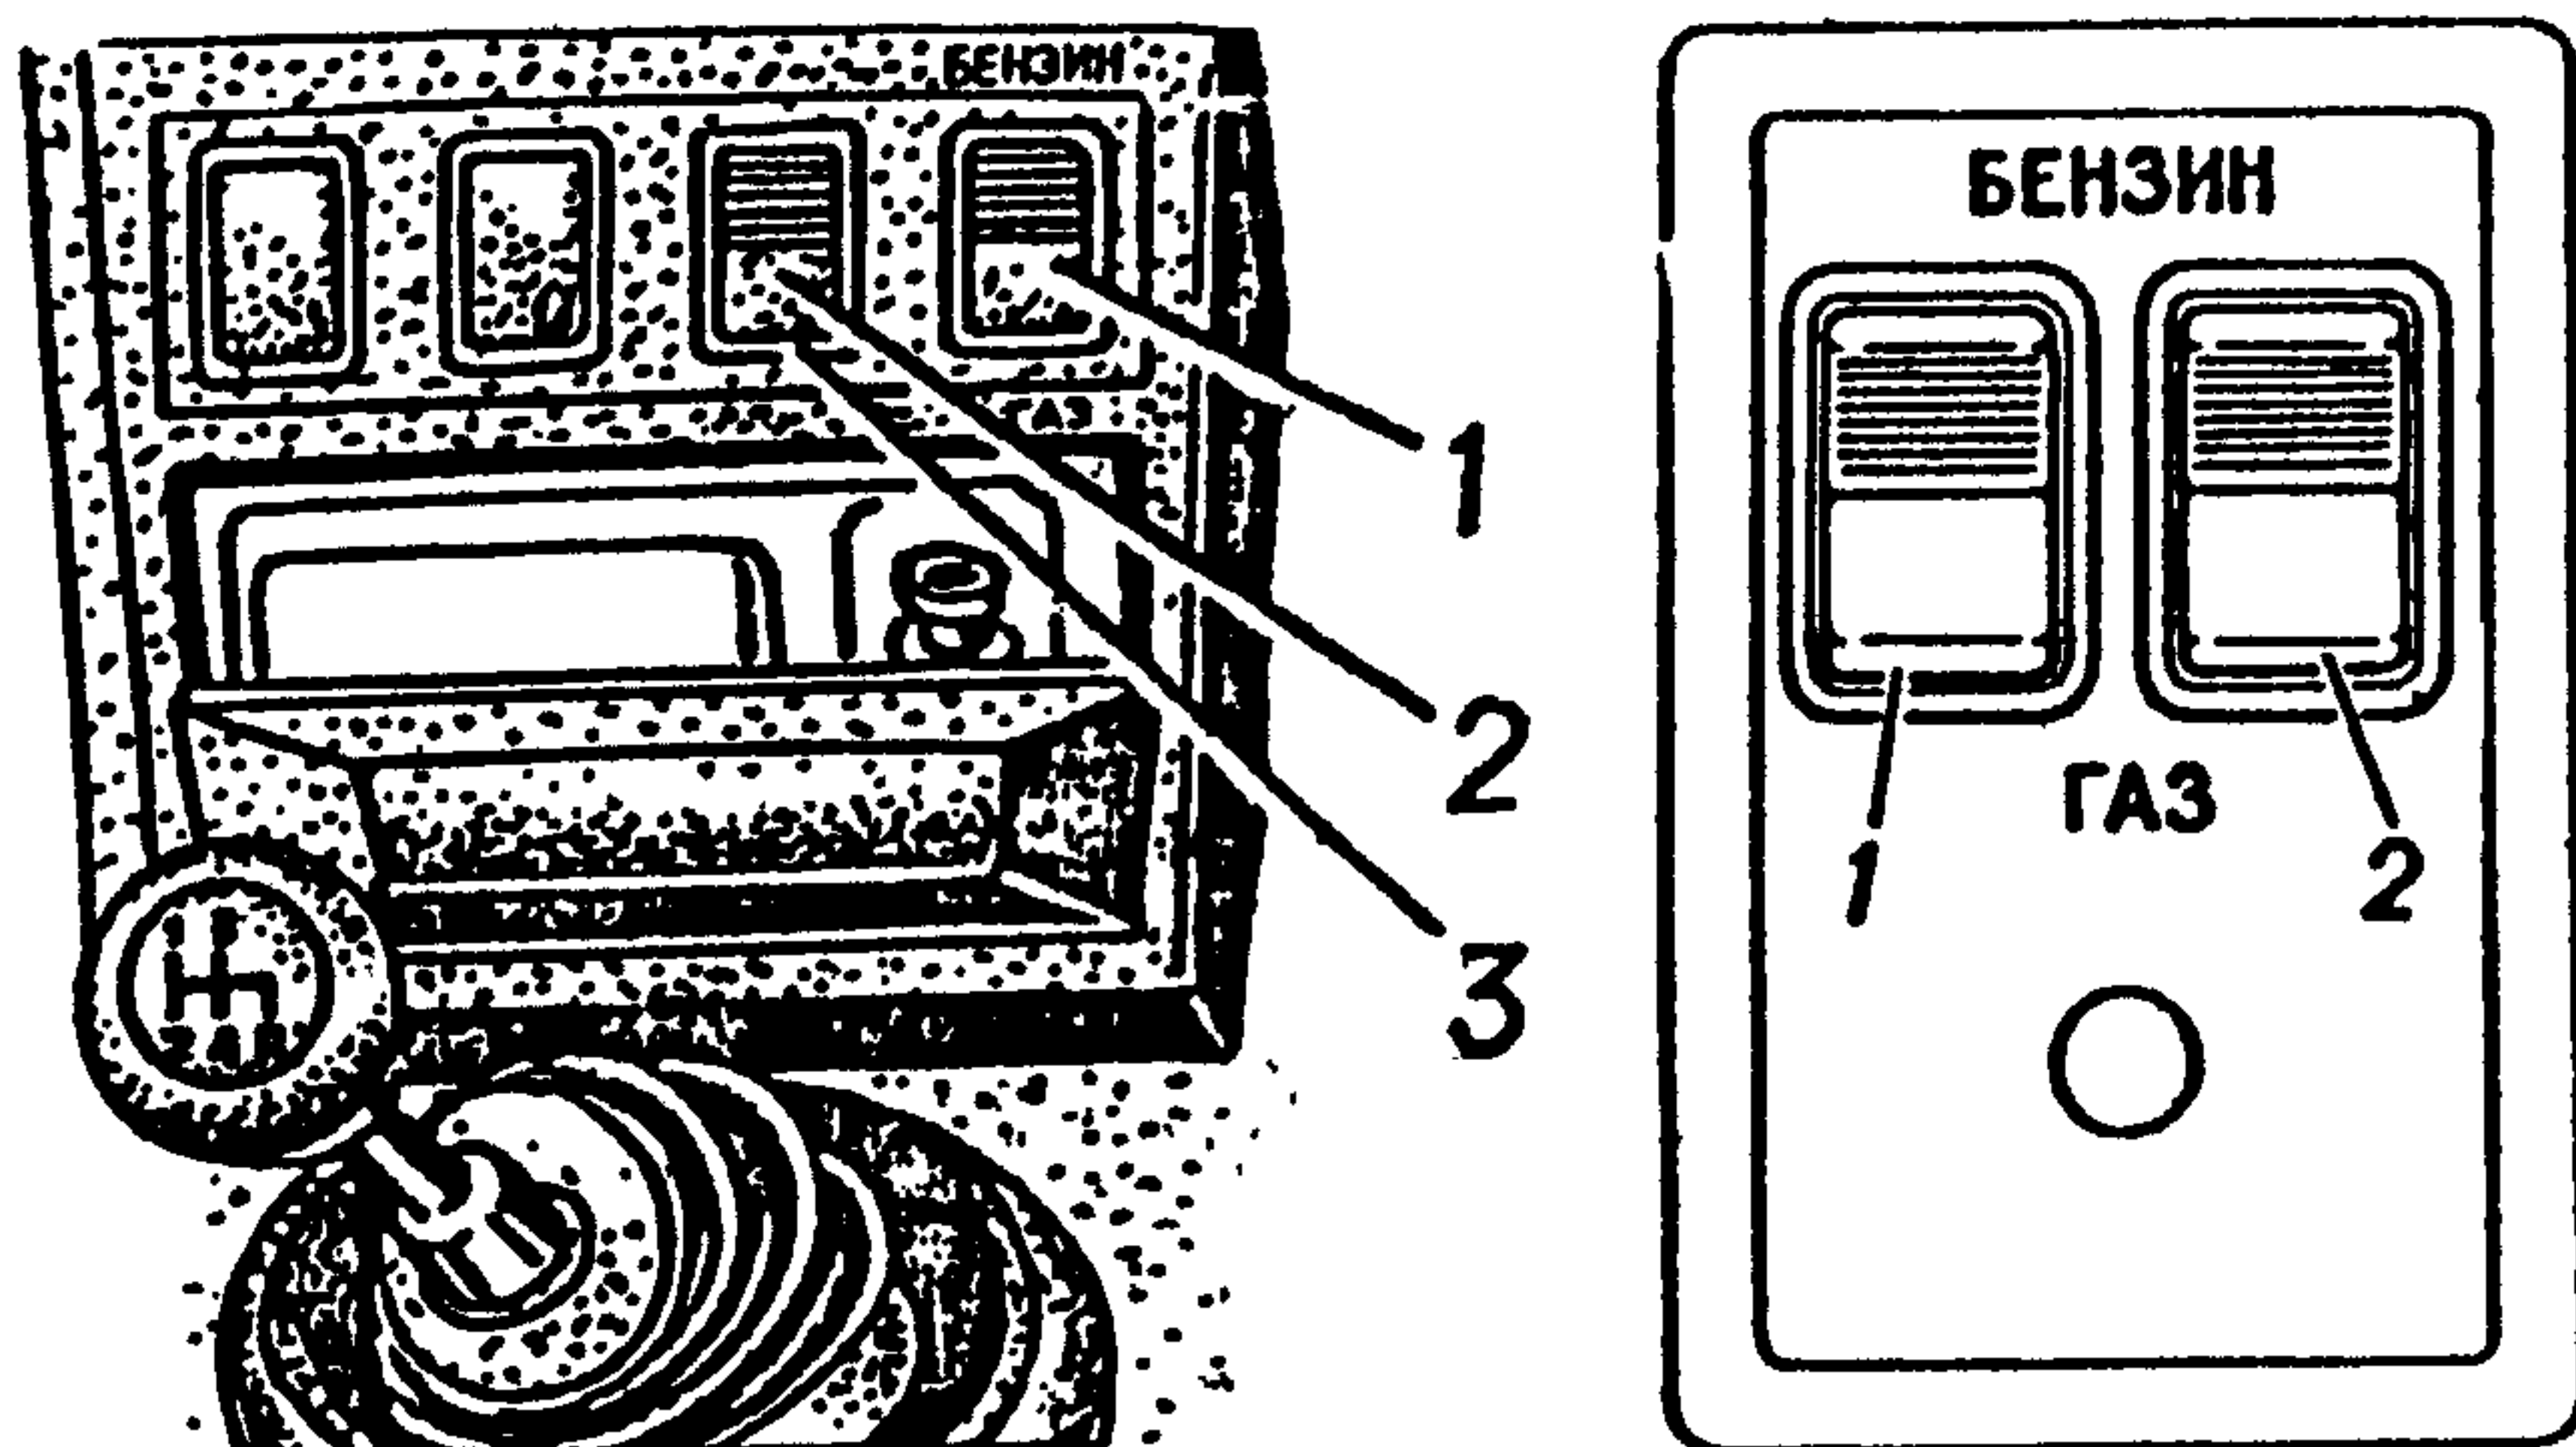

Рис. 5.21 Органы управления
- у автомобиля ГАЗ-24-10 – на надставку консоли панели приборов, предварительно удалив две правые заглушки (рис.5.21а);
- у автомобиля ГАЗ-24-11 – на левую сторону панели приборов, для чего удалить решетку громкоговорителя и установить на её место панель (рис.5.21б) в сборе с выключателем и переключателям.